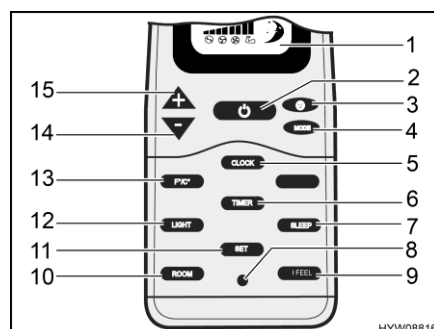
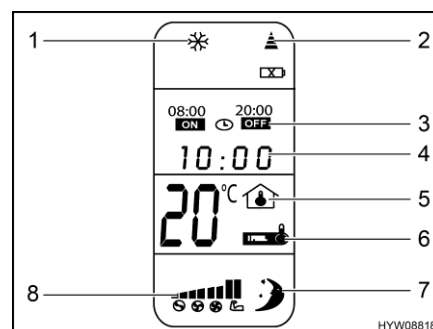

Fig. 82 Telecomando (impianto di climatizzazione)
Fig. 83 Display digitale (telecomando)
- Se l'impianto di climatizzazione è in modalità standby: Premere il tasto On/Off (Fig. 82,2) sul telecomando.
- Premere il tasto On/Off (Fig. 82,2) sul telecomando. L'impianto di climatizzazione passa in modalità standby.
■ Premere il tasto invio (Fig. 82,11) sull'unità a soffitto. Le impostazioni vengono trasmesse tutte insieme all'impianto di climatizzazione e la ricezione è confermata dall'emissione di un segnale acustico.
Impostazione dell'ora: ■ Premere il tasto ora (Fig. 82,5) finché l'indicazione dell'ora (Fig. 83,4) lampeggia.
■ Impostare l'ora attuale con i tasti "+" (Fig. 82,15) e "-" (Fig. 82,14).